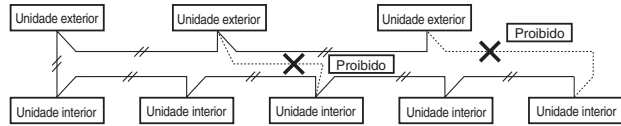

Fig. 4-1
- Não realize a instalação eléctrica de controlo entre unidades de maneira que forme um laço. (Fig. 4-1)